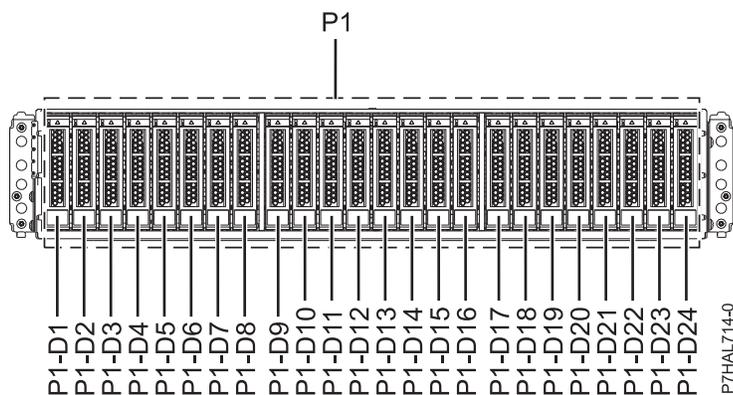
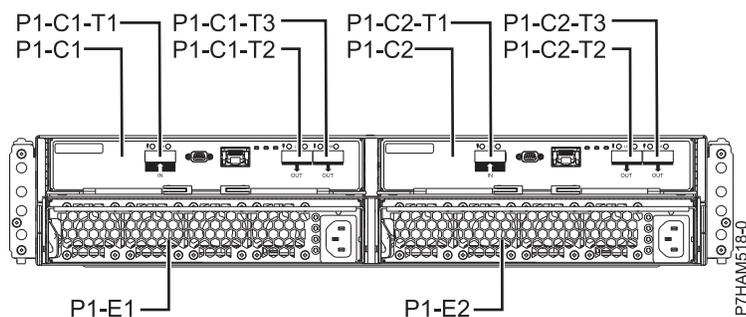

Abbildung 1. Vorderansicht des Plattenlaufwerkgehäuses 5887 mit den Positionen der Plattenlaufwerke
Abbildung 2. Rückansicht des Systems 5887 Plattenlaufwerkgehäuse
1. Ermitteln Sie das Teil und das Gehäuse, an dem Sie arbeiten möchten. Die Steckplätze für Plattenlaufwerke und Solid-State-Laufwerke befinden sich an der Vorderseite des Gehäuses. In Abb. 1 und Abb. 2 werden die Vorder- und Rückansicht des Gehäuses und die Positionen der Plattenlaufwerke im Gehäuse angezeigt.